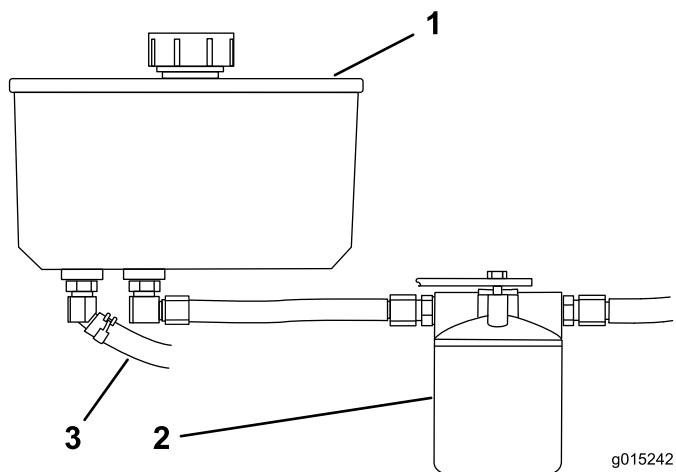

Figura 82
- Localice la manguera hidráulica delantera, debajo del depósito de aceite, y coloque un recipiente debajo del depósito (Figura 82).